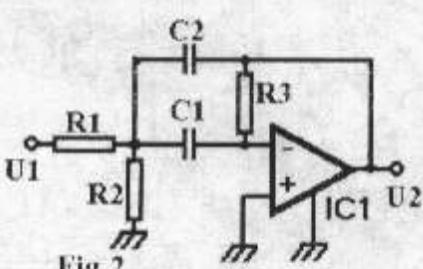

Fig.2
Ca să înțelegem principiul acesta – folosit astăzi de mai toate ATU-urile de amator – să aruncăm o privire pe schema stației HF R-130M, binecunoscută radioamatorilor români (fig.2). Circuitul anodic al celor două tuburi finale (GU 50) e un clasic filtru Pi, ale cărui capacitați sunt comutate, pe 6 game, de comutatorul decadic x1MHz. Acordul precis se face printr-un variometru (fig.3). Acesta este acționat printr-un motorăș, care la rândul său e cuplat – sau decuplat – de un comparator de fază, realizat pe un tub pentodă de mică putere („tubul de coincidență” 1P24B). Pașii acordului automat sunt similari cu acordul manual.
**Pasul 3 - acordul fin,** se realizează prin transmițătorul de fază cu diode semiconductoare (fig.2, dreapta sus), acționat de același releu R12 (aflat în poziția deconectată). La transmițătorul de fază se aplică o tensiune din circuitul de grilă al finalilor, printr-un defazor la 90 de grade realizat cu C75, C76 și rezistența R29. La același transmițător de fază se aplică și o a doua tensiune, din circuitul anodic al finalilor, prin
Celula de bază este redată în Fig.2. Pentru ceicare dorește alte frecvențe de lucru se pot folosi relațiile de calcul prezentate: